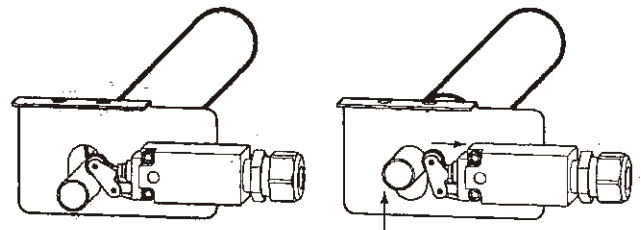

Рис. 15
**13. Концевой выключатель поперечной балки подъемника:** проверьте функциональность концевого выключателя, убедившись в том, что штанга выключателя при поднятии включает выключатель. Концевой выключатель работает в нормально замкнутом режиме и при включении производит отключение двигателя (рис. 15).